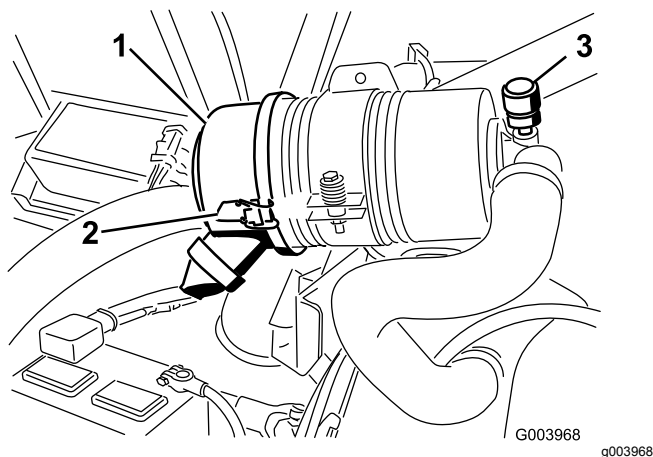

Figura 46
Faça a manutenção ao filtro de ar apenas quando o indicador de serviço (Figura 46) o exigir. Mudar o filtro de ar antes de ser necessário apenas aumenta a possibilidade de entrar sujeira no motor quando se retira o filtro.
1. Liberte os trincos que fixam a cobertura do filtro de ar ao respectivo corpo (Figura 46).